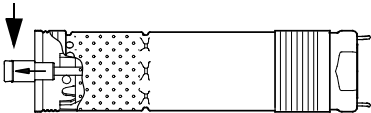

Fig. 5
2. Tirare l'albero della pompa fuori fino alla posizione mostrata nella fig. 5.